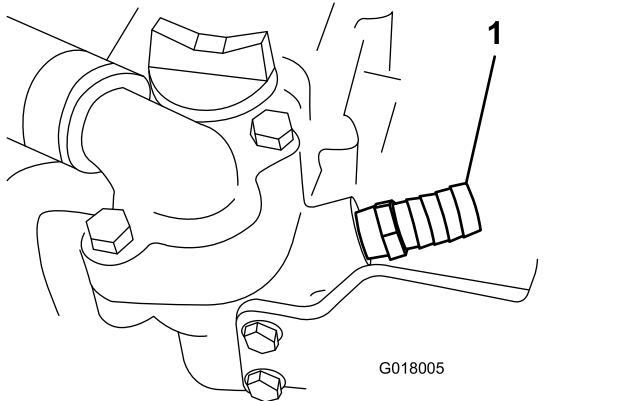

Bild 32
2. Stellen Sie eine Auffangwanne darunter. Entfernen Sie die Blende unter und vorne am Thermostatgehäuse, bringen Sie Dichtmittel auf das Gewinde am geraden Anschlussstück ($\frac{5}{8}$ ") auf und befestigen Sie es an der Maschine (Bild 32).